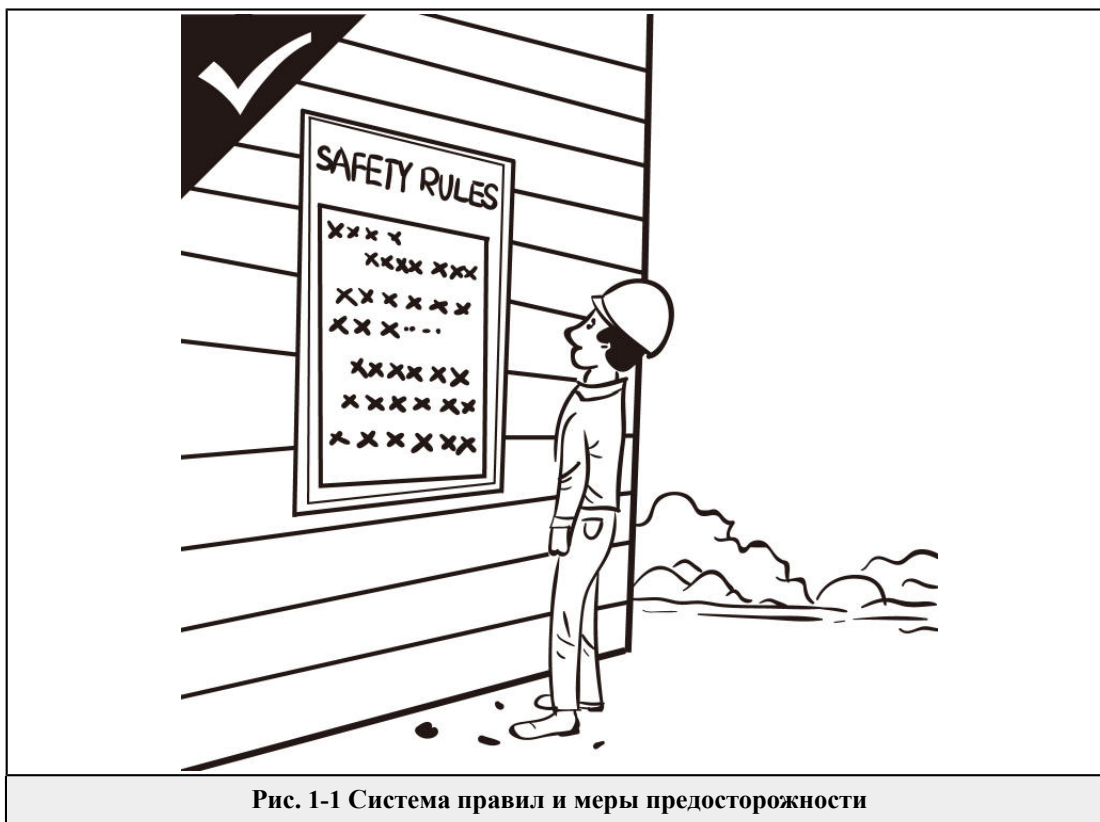

Рис. 1-1 Система правил и меры предосторожности
1. Знаком с правилами и инструкциями и мерами предосторожности на рабочем месте (Рис. 1-1) .